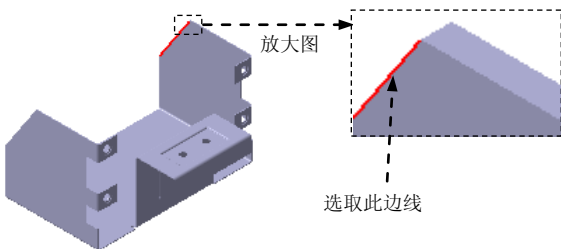

图 8.9.47 定义附着边
(1) 选择命令。单击“主页”功能选项卡“钣金”工具栏中的“弯边”按钮.
(2) 定义附着边。选取图 8.9.47 所示的模型边线为附着边。